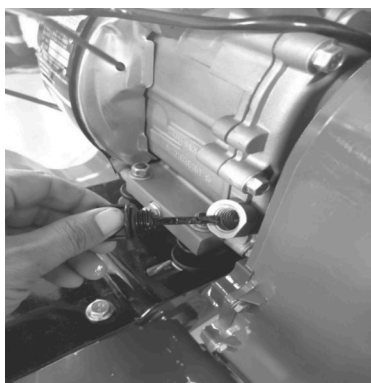

Figure 2
- Dévissez la jauge de niveau d'huile du moteur et nettoyez-la (voir Figure 2).